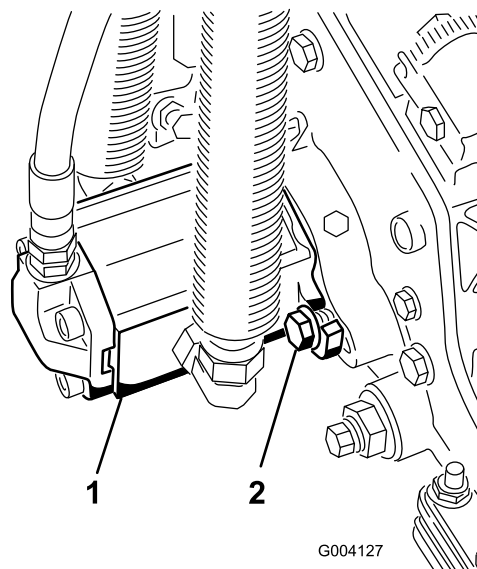

Figura 19
10. Installate il motore ruotandolo in senso orario in modo tale che le flange del motore liberino le viti a testa cilindrica (Figura 19). Ruotate il motore in senso antiorario fino a quando le flange non circondano le viti a testa cilindrica, quindi serrate le viti a testa cilindrica